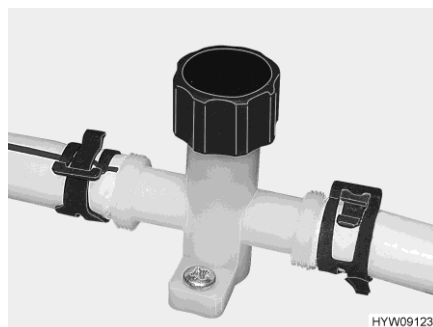
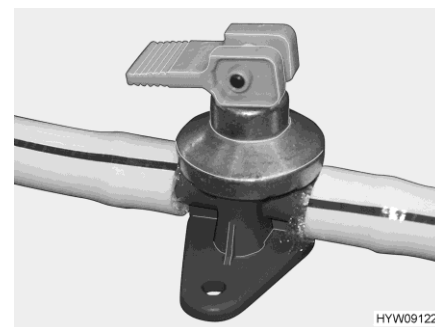

Fig. 159 Robinet de vidange (conduite d'eau)
Fig. 160 Robinet de vidange (chauffe-eau Alde)
- Fermer les robinets de vidange. Tourner pour cela le capuchon (Fig. 159) dans le sens des aiguilles d'une montre et le levier à bascule (Fig. 160) à l'horizontale.
- Ouvrir les robinets de vidange. Tourner pour cela le capuchon (Fig. 159) dans le sens inverse des aiguilles d'une montre et mettre le levier à bascule (Fig. 160) à la verticale.